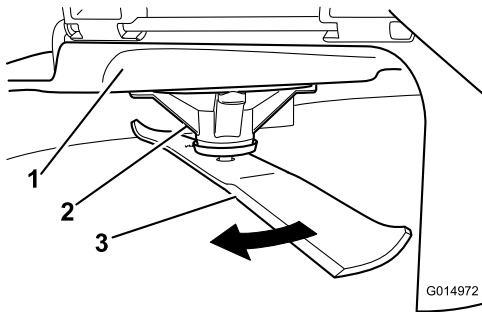

Figure 92
2. Enfilez des gants épais ou utilisez une autre protection adéquate pour les mains, et faites tourner la lame lentement jusqu'à une position permettant de mesurer la distance entre le tranchant et la surface plane sur laquelle se trouve la machine (Figure 92).